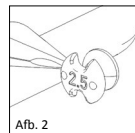

Afb. 1b
■ **Afb. 1b/11** De in de achterkant van de Sizer Disk aangebrachte sjablonen (Afb.1b) tonen de minimale afmeting van het transplantaat als relining van het trommelvlies (Afb. 11).